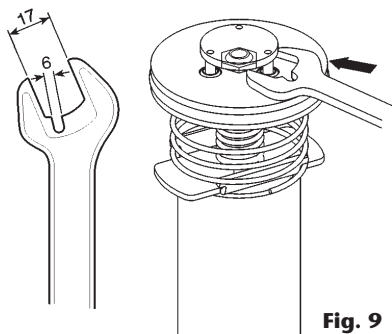
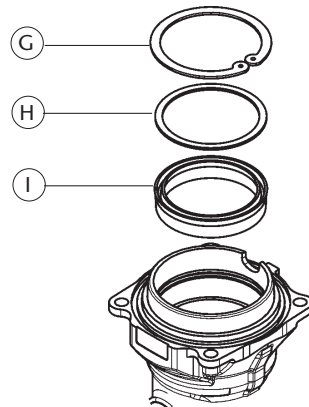
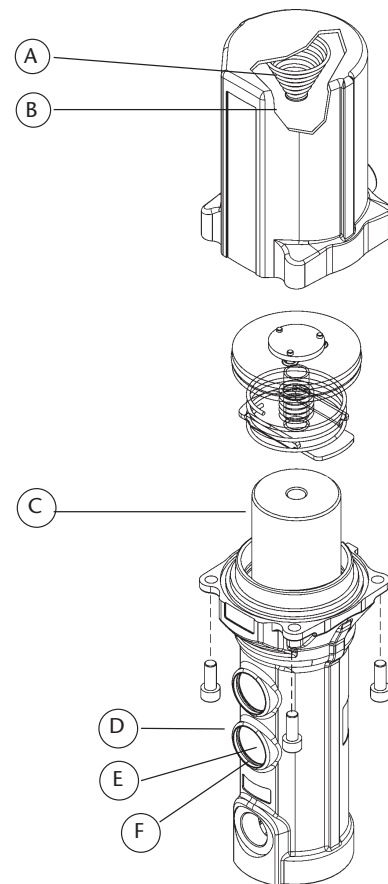

Fig. 9
Fig. 10
Fig. 8
UMKEHRSCHALTER UND LUFTMOTOR (FIG. 8, FIG. 9, FIG. 10)
2. Die obere Feder (A) und die Federhalterung (B) innerhalb des Deckels überprüfen. Falls beschädigt, ersetzen.
3. Die untere Feder (D) und den Dämpfer (E) entfernen und legscheiben (F) den Umkehrschalter soweit herausziehen, bis die Öffnung im Pumpkolben (C) auf der Höhe des entfernten Schalldämpfers sichtbar wird. Eine 8mm-Stahlstange in dieses Loch einführen, um den Kolben zu blockieren.
4. Mit einem vorbereiteten 17mm-Schraubenschlüssel (Bild 9), wird der Umkehrschalter abgeschraubt.
5. Den Kolben (C) entfernen und den Sprengring (G), die Beilagscheibe (H) und die Dichtung (I) zerlegen (Bild 10). Kolben auf Kratzer prüfen. Evtl. beschädigte Teile ersetzen.